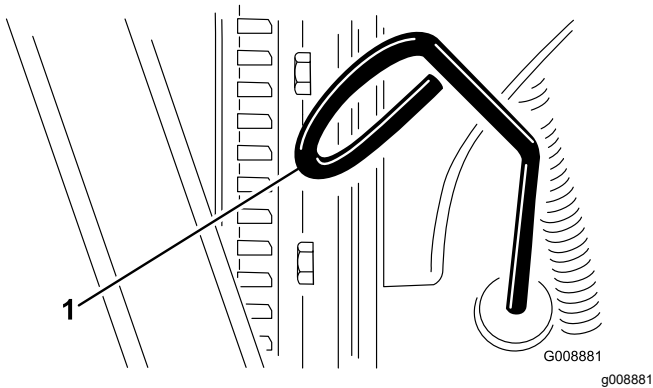

Figura 68
3. Togliete l'asta di livello ed asciugatela con un panno pulito (Figura 68).